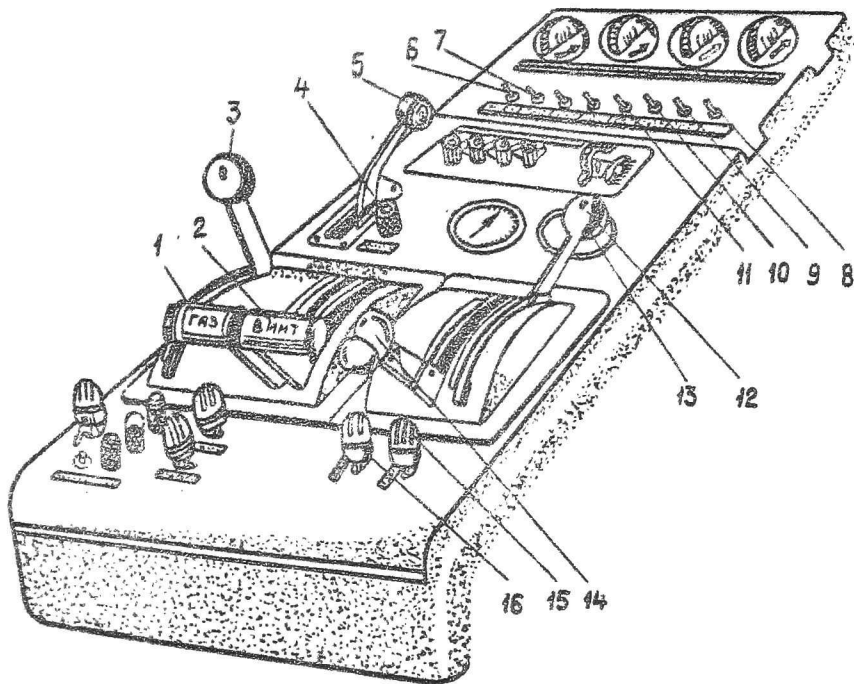

Рис.1. Центральный пульт управления:
6. Подключить аэродромный источник питания в сеть самолета переключателем 7 (рис.1) на центральном пульте.
бензиномера (СБЭС-1447) II (рис.1);
10. Открыть створки капотов, нажимая "от себя" переключатель 15 (рис.1) с надписью "Створки капотов", расположенный на центральном пульте. При отрицательных температурах наружного воздуха прикрыть створки капота.
14. Проверить работу комбинированного клапана нагнетателя, для чего энергично 2-3 раза переместить рычаг сектора газа I (рис.1) вперед до упора. Наличие течи бензина из отводной трубки (справа под капотом) свидетельствует об исправной работе клапана. В противном случае устранить дефект.
16. Установить (рис.1):
3. Проверить работу механизма управления винтом и самого винта. Для этого сектором газа установить частоту вращения 1850-1900 об/мин и, не меняя положения дроссельных заслонок, рычагом 2 (рис.1) управления регулятором постоянных (РПО) оборотов перевести винт с малого шага на большой. При этом частота вращения должна снизиться до 1450-1500 об/мин. При обратном переводе рычага управления регулятором оборотов на малый шаг частота вращения двигателя должна возрасти до первоначальной.